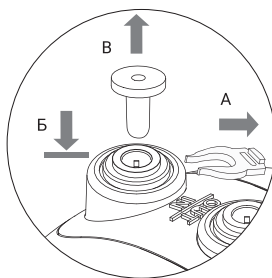

рис. 1
4. Удалите стопорную клипсу (А). Удерживая прижатым к основанию фитинга цанговое кольцо (Б), аккуратно извлеките транспортную заглушку (В) (рис. 1).